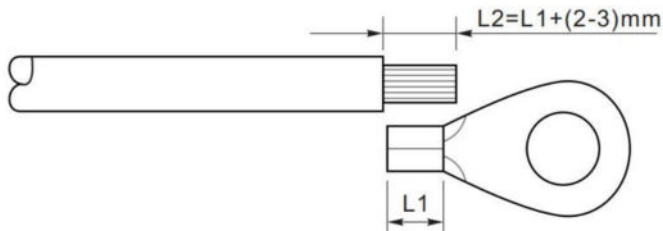

Figure 5-2 Instruction de connexion à la terre (1)
Étape 1 : Retirez la couche d'isolation d'une longueur appropriée à l'aide d'un fil découpant illustré comme figure 5-2